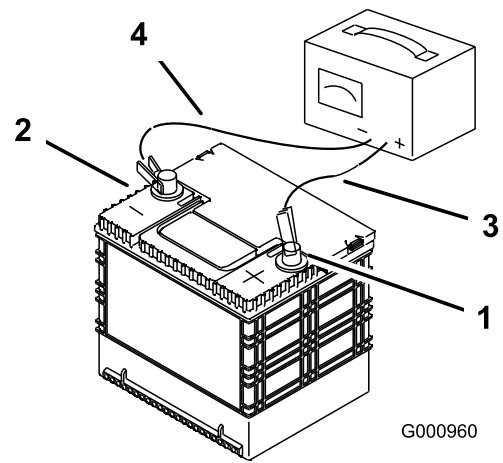

Figura 69
2. Cuando la batería esté completamente cargada, desconecte el cargador de la toma de electricidad, luego desconecte los cables del cargador de los bornes de la batería (Figura 69).